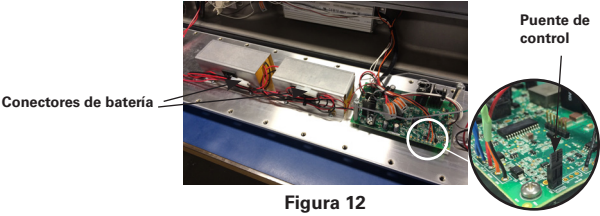

Figura 12
- 12. Desconecte los conectores del tablero del cargador/controlador de la batería n.º 1 y n.º 2 respectivamente (observe la Figura 12).
- 13. Corte los precintos para cable de cada montaje de precinto en las dos (2) abrazaderas que sujetan la batería.
- 14. Retire los cuatros (4) tornillos que aseguran cada abrazadera que sujeta el paquete de batería y retire los paquetes de batería anteriores. Reemplace con los nuevos paquetes de batería suministrados por la División Crouse-Hinds de Eaton.
- 15. Asegure cada abrazadera de sujeción con cuatro (4) tornillos y ajuste a 5 pulgadas-libras (0,6 N-m).
- 17. Ate cuidadosamente los cables de las baterías (observe la Figura 12) y asegúrelos a los montajes del precinto con los precintos suministrados en el kit de baterías EM.
- 19. Vuelva a colocar los veinticuatro (24) tornillos de cabeza hueca y las arandelas de seguridad de la carcasa del controlador con una llave hexagonal de 5 mm.